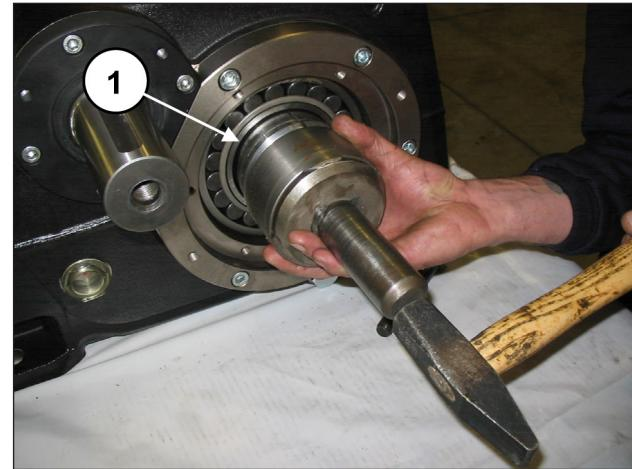
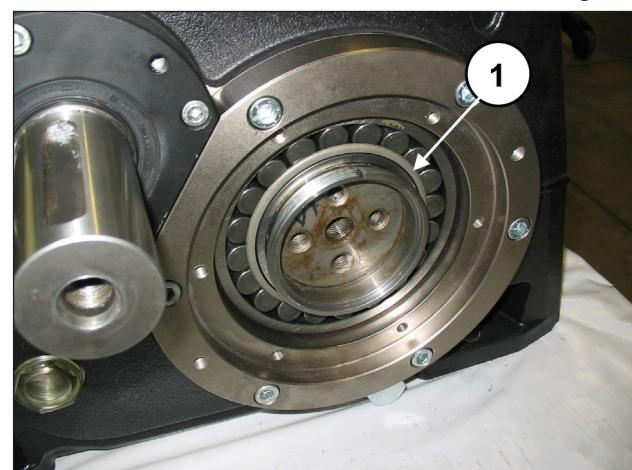

Fig. 76
Fig. 77
Insira totalmente a bússola de pressão no eixo de manivelas (pos. ①, Fig. 76 e Fig. 77) por meio de um martelo e um tampão.